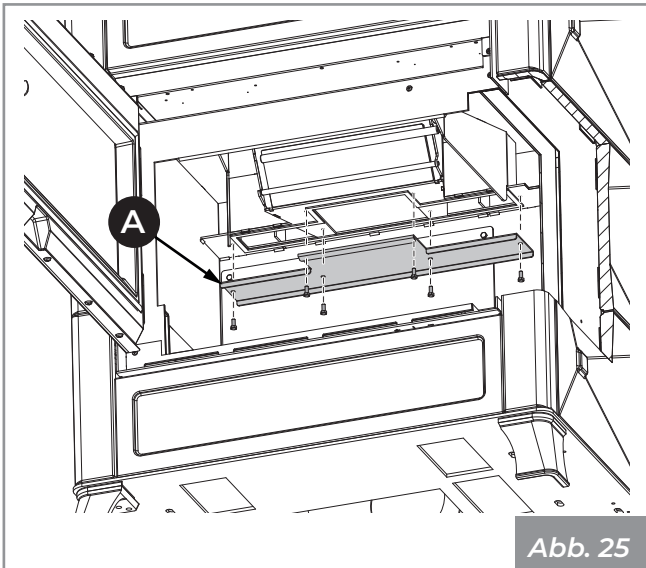

Abb. 25
Die Kappe des Rauchgassammlers entfernen (A) (Abb. 25).